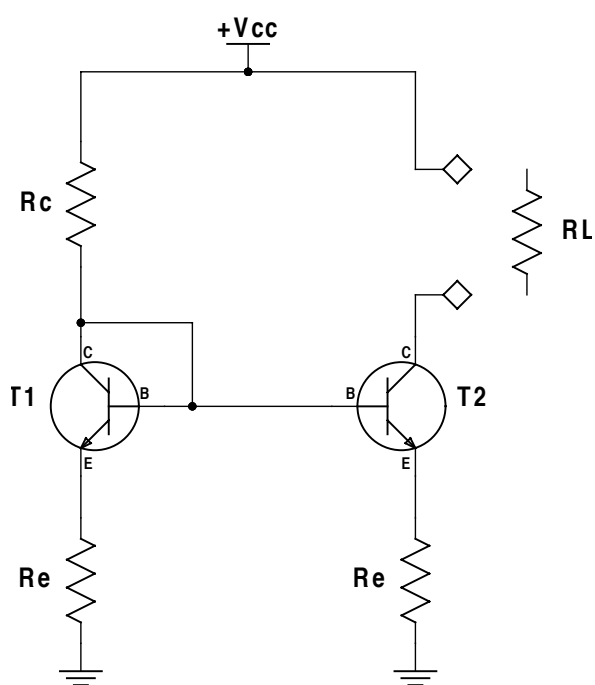

Figura 8.2: Configuración de fuente de corriente tipo *espejo de corriente*.
9. Repita todo el procedimiento pero ahora empleando el circuito mostrado en la Figura 8.2